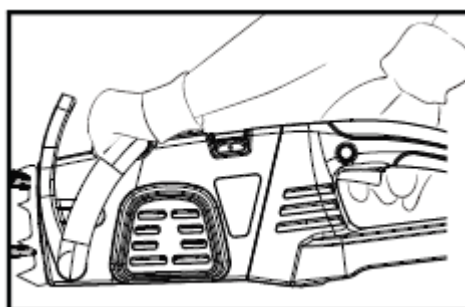

Fig. 6B
2. Afferrare la sega con entrambe le mani, con la mano sinistra che tiene la maniglia anteriore (non tenere il freno della catena) e la mano destra che trattiene la maniglia posteriore. I pollici e le dita dovrebbero circondare entrambe le maniglie (Fig. 6B).